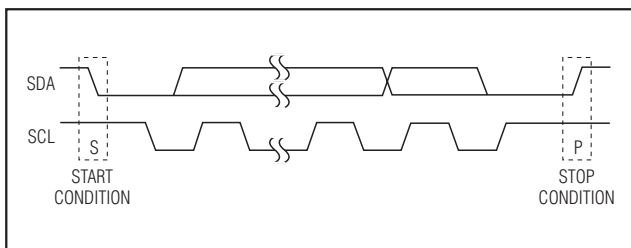

图2. START 和 STOP 条件
每次传输过程包括：主机发送一个开始 (START) 条件，接下来发送 MAX7324 的 7 位从地址和 R/ $\bar{W}$  位，或多个数据字节，最后发送停止 (STOP) 条件终止传输(图2)。
串行接口空闲时，SCL 和 SDA 均保持高电平。主机通过发出 START (S) 条件指示传输开始，START 条件是在 SCL 为高时，SDA 由高至低的跳变产生的。主机完成与从机的通信时，主机发出 STOP (P) 条件，STOP 条件是在 SCL 为高时，SDA 由低至高的跳变产生的。之后，释放总线，以进行下一次传输(图2)。